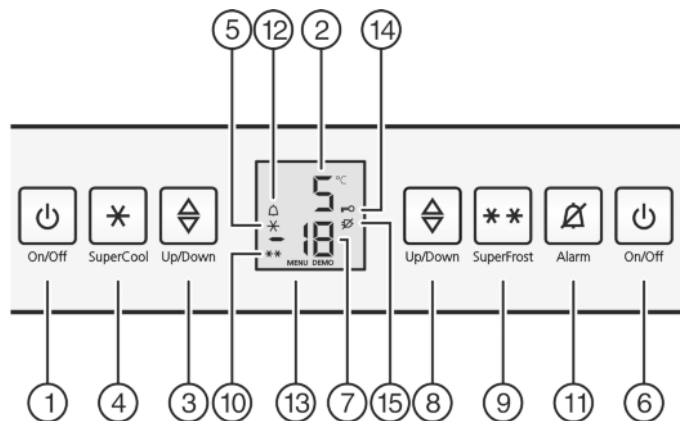

Fig. 2
- ▶ Toets On/Off vriesgedeelte *Fig. 2 (6)* indrukken.
- ▶ Toets On/Off koelgedeelte *Fig. 2 (1)* indrukken.
- ▶ Instelmodus activeren: Druk de toets SuperFrost *Fig. 2 (9)* gedurende ca. 5 seconden in.
- ▷ Op de display wordt het symbool Menu *Fig. 2 (13)* weergegeven.
- ▶ Met de toets SuperFrost *Fig. 2 (9)* kort bevestigen.
- ▷ Het symbool Kinderbeveiliging *Fig. 2 (14)* op de display gaat branden.
- ▶ Druk de toets On/Off van het vriesgedeelte *Fig. 2 (6)* kort in.
- ▷ Het symbool Kinderbeveiliging *Fig. 2 (14)* gaat uit.
- ▶ Toets Alarm *Fig. 2 (11)* indrukken.
Tegelijkertijd knipperen de temperatuurdisplay en het symbool Alarm *Fig. 2 (12)*.
Het akoestisch alarm stopt automatisch, het symbool Alarm *Fig. 2 (12)* gaat uit en de temperatuurdisplay houdt op met knipperen, wanneer de temperatuur weer laag genoeg is.